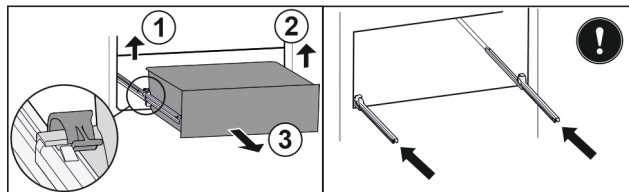

Fig. 119
- ▶ Podignite lijevu stezaljku i istovremeno izvucite ladicu lijevo prema naprijed. Fig. 119 (1)
- ▶ Podignite desnu stezaljku i istovremeno izvucite ladicu desno prema naprijed. Fig. 119 (2)
- ▶ Izvadite ladicu prema naprijed. Fig. 119 (3)